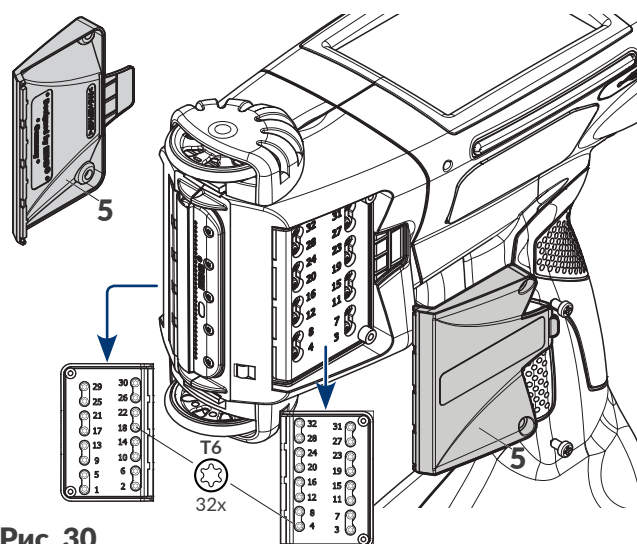

Рис. 30.
1. С помощью крестовой отвертки открутите винты крепления крышек **5** с обеих сторон принтера (см. **Рис. 30**).
15. После достижения удовлетворительного качества печати, завершите процедуру настройки и установите крышки **5** (см. **Рис. 30 на странице 139**).